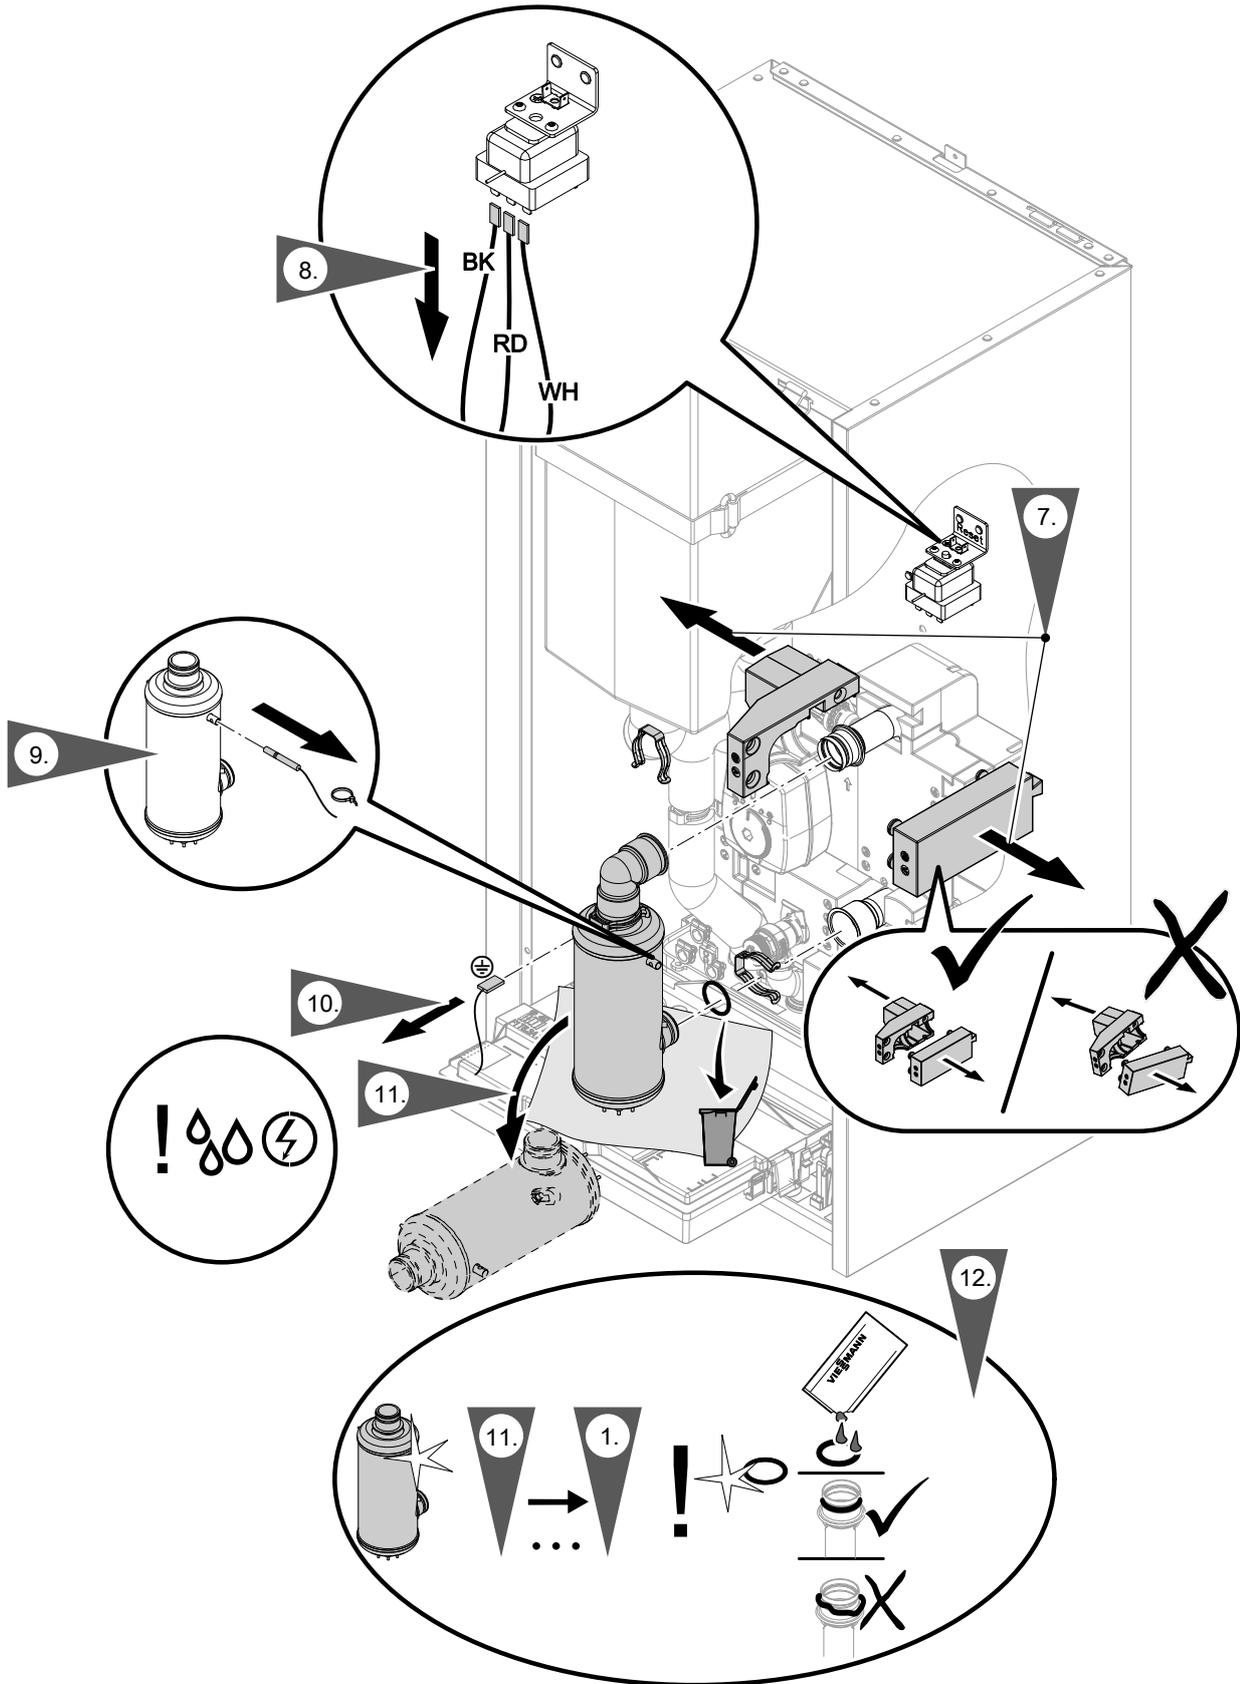

Abb. 93
- Temperatursensor am Heizwasser-Durchlauferhitzer und elektrische Leitungen am Sicherheitstemperaturbegrenzer: Siehe Abb. 93.